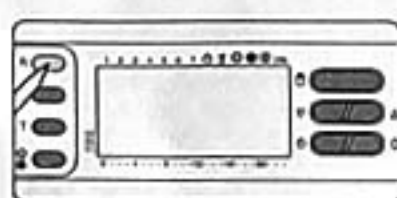

Fig. 74
**14.2** - Premere il pulsante R (fig. 74).
**Qualora le indicazioni sul display non dovessero comparire entro 30 s, premere il pulsante di reset R (fig. 74).**